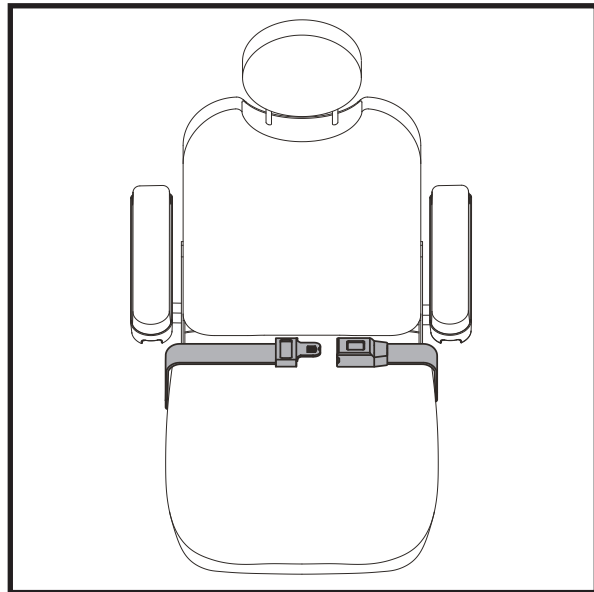

Figura 18. Ajuste del cinturón del seguridad
Su silla eléctrica puede estar equipada con un cinturón de seguridad que puede ajustarse para un mayor confort. Ver figura 18. Su función es evitar que el usuario se deslice hacia delante o hacia abajo. El cinturón no está diseñado para limitar los movimientos.
1. Sentado, introduzca la aleta metálica en el cuadro de plástico de la otra correa y presione hasta oír un clic. Ver figura 18.